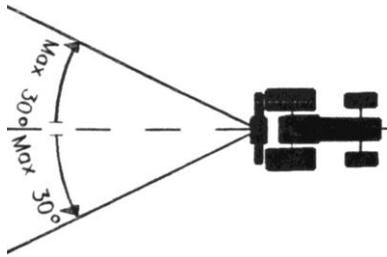

Bild 5
24. Beim Ziehen beachten Sie den maximal erlaubten Winkel von 30 Grad (Bild 5).